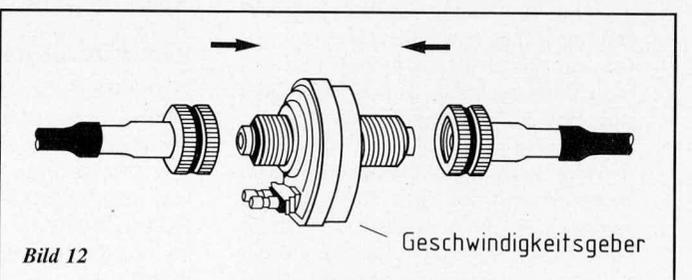

Bild 12
16. Nachdem auch die zweite Tachowelle in gleicher Weise bearbeitet wurde, kann die Verbindung entsprechend Bild 12 mit dem Tacho-Generator erfolgen.